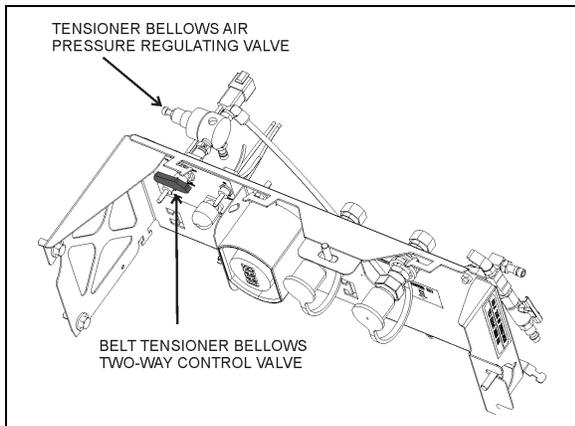

FIGURA 27: VÁLVULA DE CONTROL DE TENSOR DE BANDA - SERIE H
2. Para vehículos equipados con un 3er alternador, la tensión de la banda también se aplica a través del fuelle de aire (Figura 25). Gire la válvula de control de dos vías del tensor de banda en sentido contrario a las manecillas del reloj para liberar la presión del fuelle (Figura 27).
Para los vehículos de la serie H equipados con un 3^{er} alternador, la tensión de la banda (Figura 25) también se aplica a través del fuelle neumático que se ajusta mediante la presión de la válvula reguladora de presión de aire (Figura 27). La presión correcta de 45 psi se establece en la fábrica. Verifique periódicamente la presión en la válvula reguladora con un manómetro y corrija si se requiere.
La tensión de la banda se aplica a través de fuelles neumáticos que se ajustan mediante una válvula reguladora de presión de aire (Figura 27). La presión correcta de 45 psi se establece en la fábrica. Verifique periódicamente la presión en la válvula reguladora con un manómetro y corrija si es necesario.